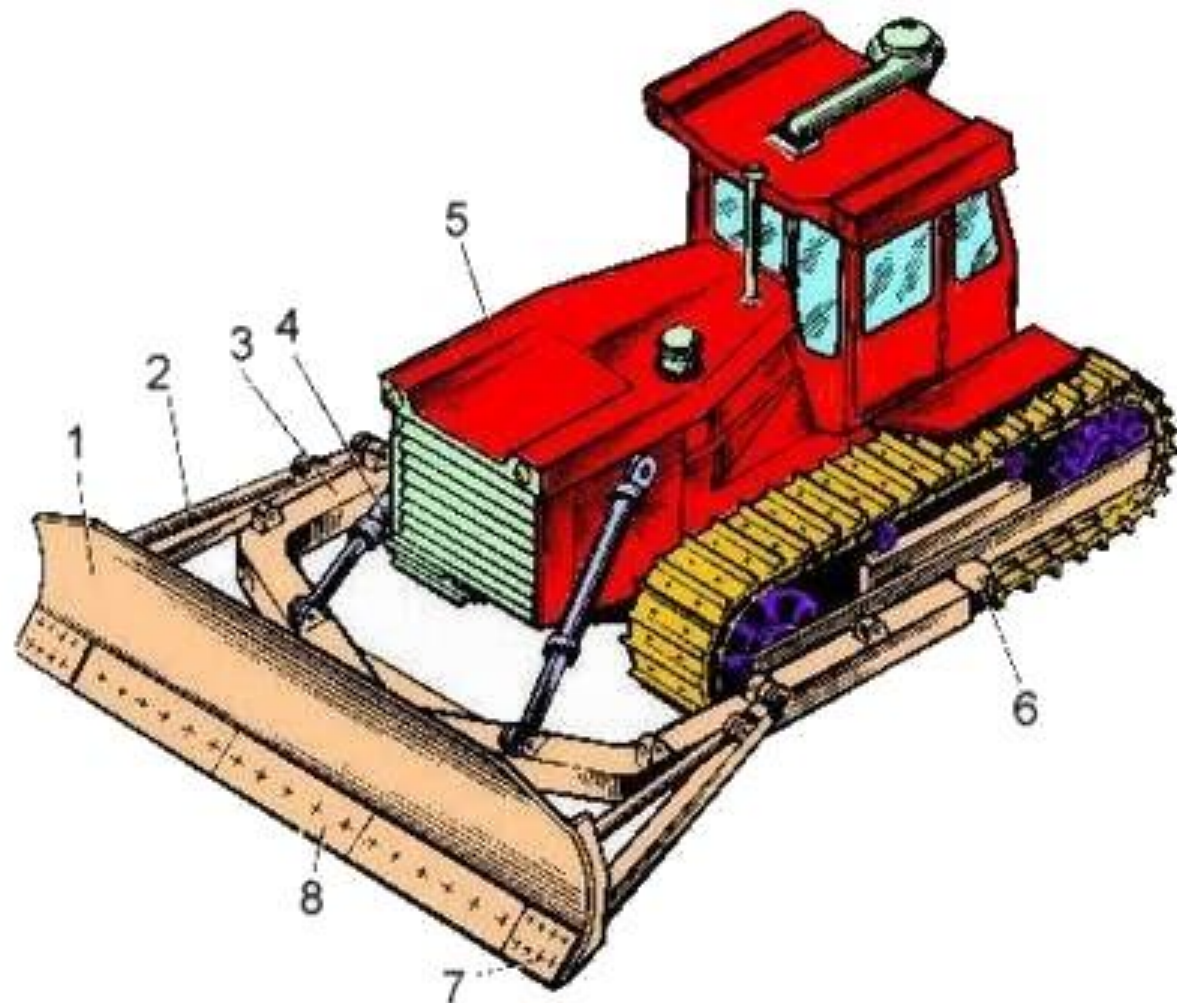

Рисунок 2. Гусеничный бульдозер с поворотным отвалом
- по способу загрузки ковша - с пассивной загрузкой - с пассивной загрузкой (рис. 1) движущим усилием срезаемого слоя грунта, с принудительной загрузкой (рис. 2) с помощью скребкового элеватора;